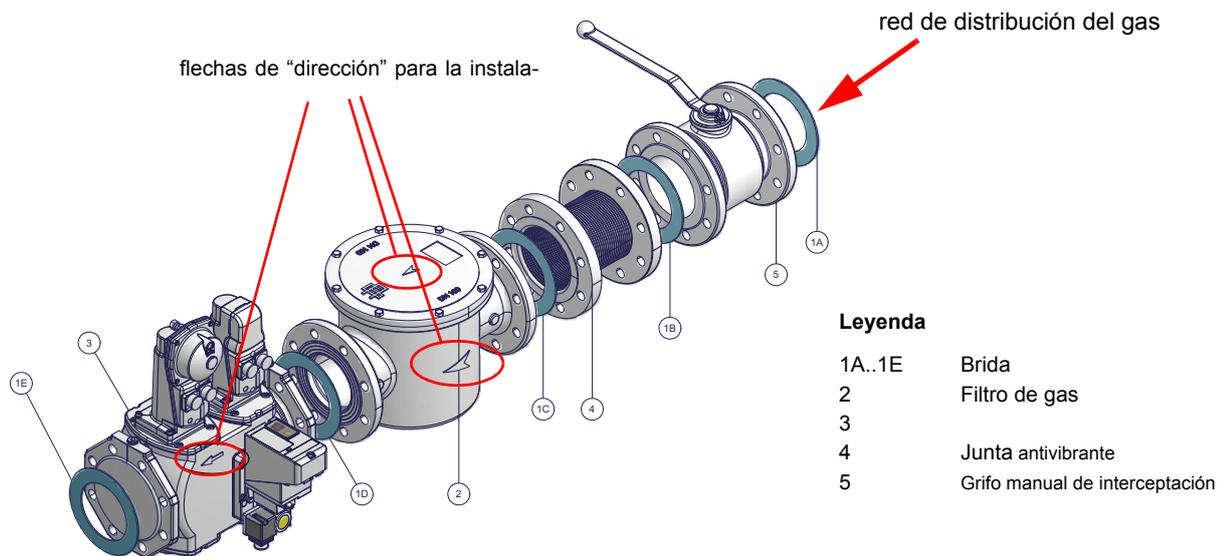

Fig. 6 - Ejemplo de rampa gas
- 1-b) en el caso de juntas embridadas: interponer entre un miembro y el otro, una junta (n. 1A..1E - Fig. 6), compatible con el gas utilizado,
ATENCIÓN: después de haber montado la rampa según el esquema indicado en Fig. 6, tiene que ser efectuada la prueba de estanqueidad del circuito gas, según las modalidades previstas por la normativa vigente.